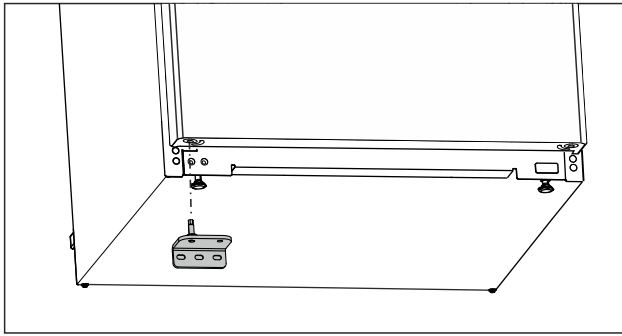

Fig. 17
- Sett inn den nedre lagerbukken på motsatt side. (se Fig. 17)